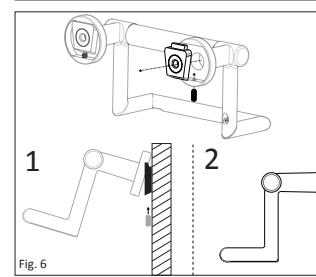

Fig. 6
- Attach Assist Bar onto mounting bracket and secure with the provided 10-24 X 1/2" Socket Set Screw. Repeat for opposing side. (see Figure 6).
10. Attachez la barre d'aide sur le support de fixation et fixez-la avec la vis sans tête à six pans creux 10-24 x 1/2 po. Répétez l'opération pour le côté opposé. (Fig. 6).
17. Attachez la barre d'aide sur le support de fixation et fixez-la avec la vis sans tête à six pans creux 10-24 x 1/2 po. Répétez l'opération pour le côté opposé. (Fig. 6).
10. Fije la Barra de Apoyo a la abrazadera de montaje, y asegúrela con el tornillo sin cabeza de hueco hexagonal 10-24 x 1/2". Repita para el otro extremo. (Fig. 6).
17. Fije la Barra de Apoyo a la abrazadera de montaje, y asegúrela con el tornillo sin cabeza de hueco hexagonal 10-24 x 1/2". Repita para el otro extremo. (Fig. 6).